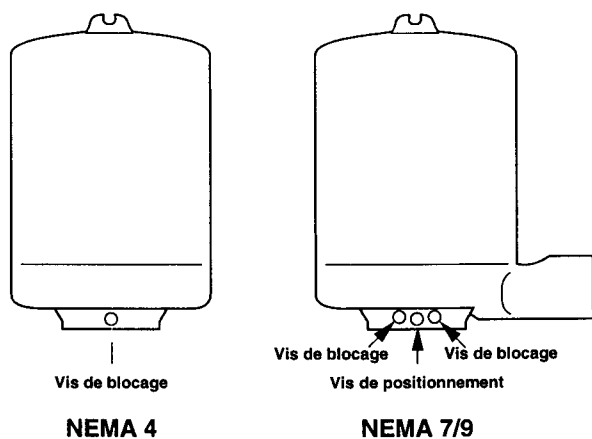

Figure 4
1. Desserrer la (les) vis de blocage à la base du boîtier de commutateur. Voir figure 4.
14. Faire pivoter le boîtier du commutateur dans la position voulue et resserrer la vis de blocage à la base du boîtier. Voir **figure 4**.